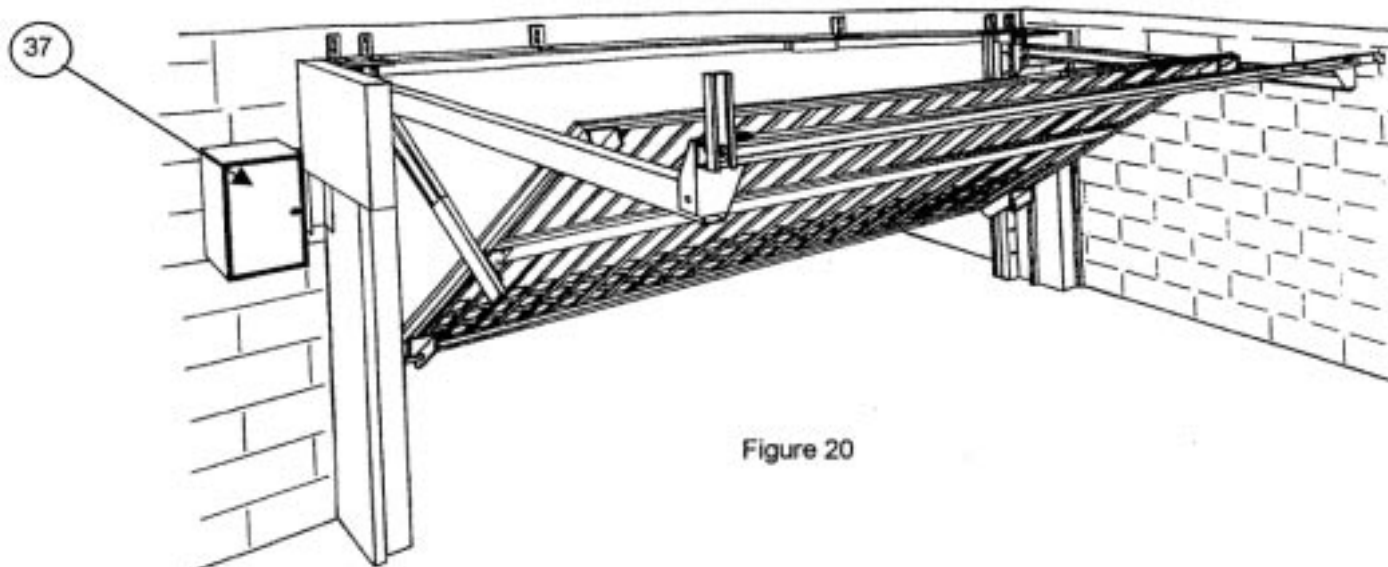

Figure 20
11 - FIXER l'armoire de commande DL IL 997 (37) contre le mur à proximité de la motorisation. (Attention au débattement du bras dans la cas d'une porte en tunnel). Figure 20.